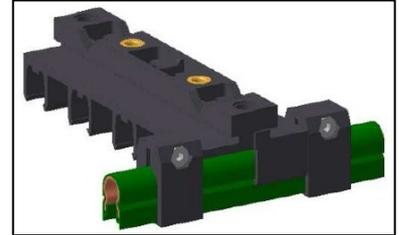

図 49: ロケーティングクランプ USK10 とコンパクトハンガー
- 印をつけたコンパクトハンガーの左右のコンダクターレールにロケーティングクランプを手で(機械ではなく)ねじ止めします(図 49 参照)。